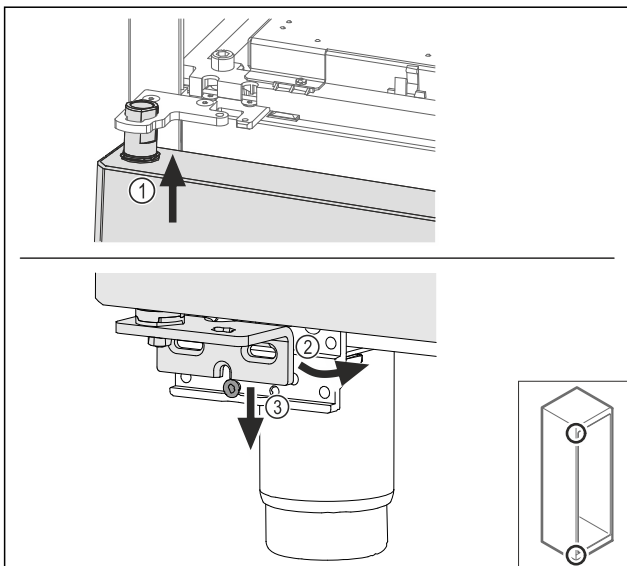

Fig. 60
- ▶ Установите дверь под небольшим уклоном сверху Fig. 60 (1), выровняйте ее прямо Fig. 60 (2) и смонтируйте снизу на винт опорного кронштейна Fig. 60 (3).